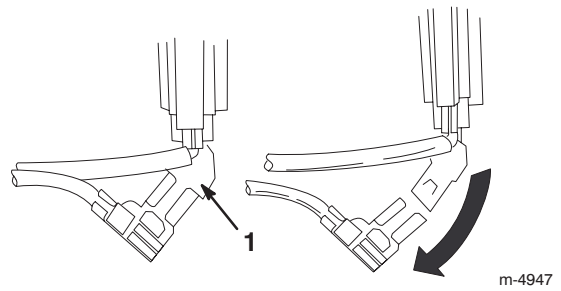

Figure 24
6. Débranchez le clip du fil de terre vert sous le starter (Fig. 24).